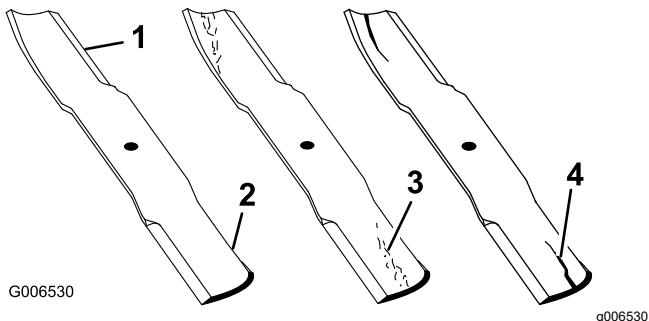

Рисунок 65
1. Осмотрите режущие кромки (Рисунок 65).
- При обнаружении признаков повреждения, износа или образования зазора в этой области немедленно замените нож (Рисунок 65).